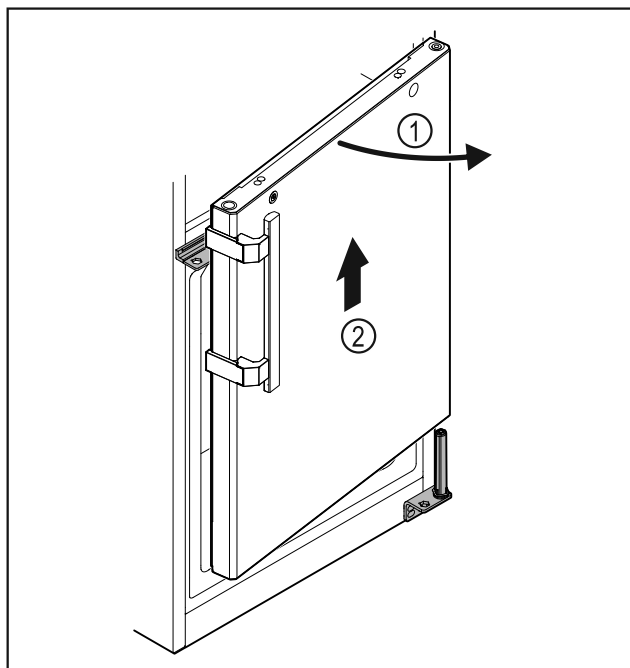

Fig. 23
- Az ajtót Fig. 23 (1) kissé nyissa ki, emelje meg felfelé kb. 200 mm-rel, majd vegye le Fig. 23 (2).